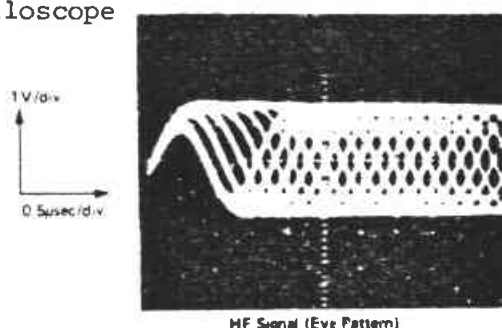

Fig.13
6) Confirmer que le signal HF (forme d'oeil) montré en Fig 13 est observé sur le canal 1 de L'oscilloscope